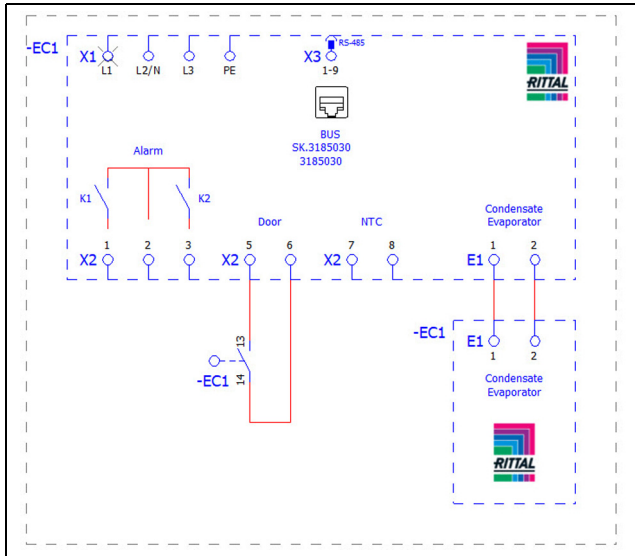
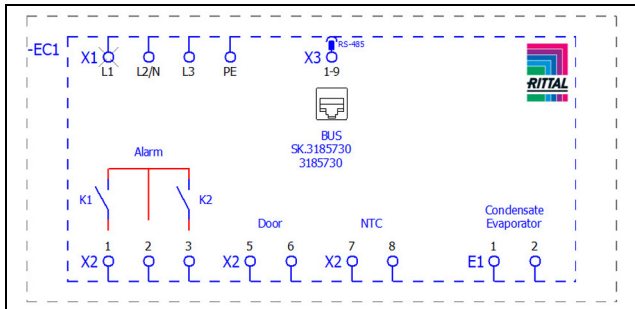

Fig. 16: Esquema de conexões 3185030
Fig. 17: Esquema de conexões 3185730
- Retire o conector de alimentação de tensão do pacote de acessórios e faça a ligação com a rede elétrica seguindo o esquema de conexões (fig. 16 ou fig. 17).